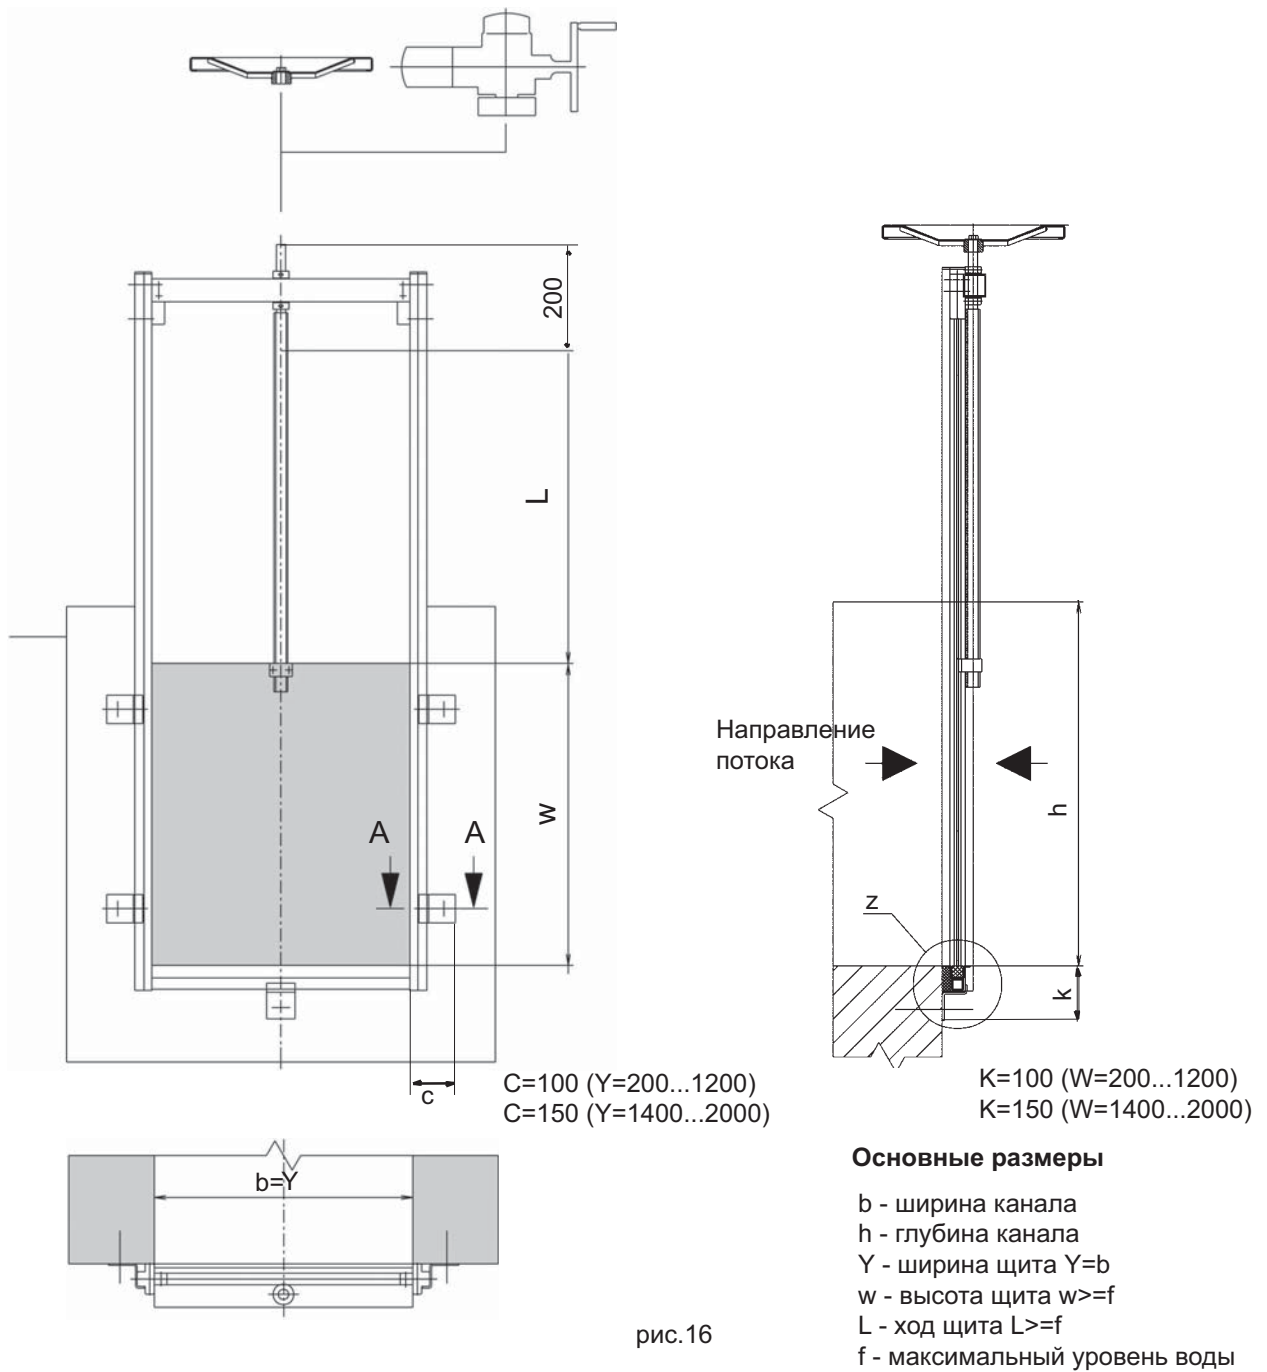

рис. 16
- VAG ERI - CA для установки на стену с помощью анкеров (рис.16)